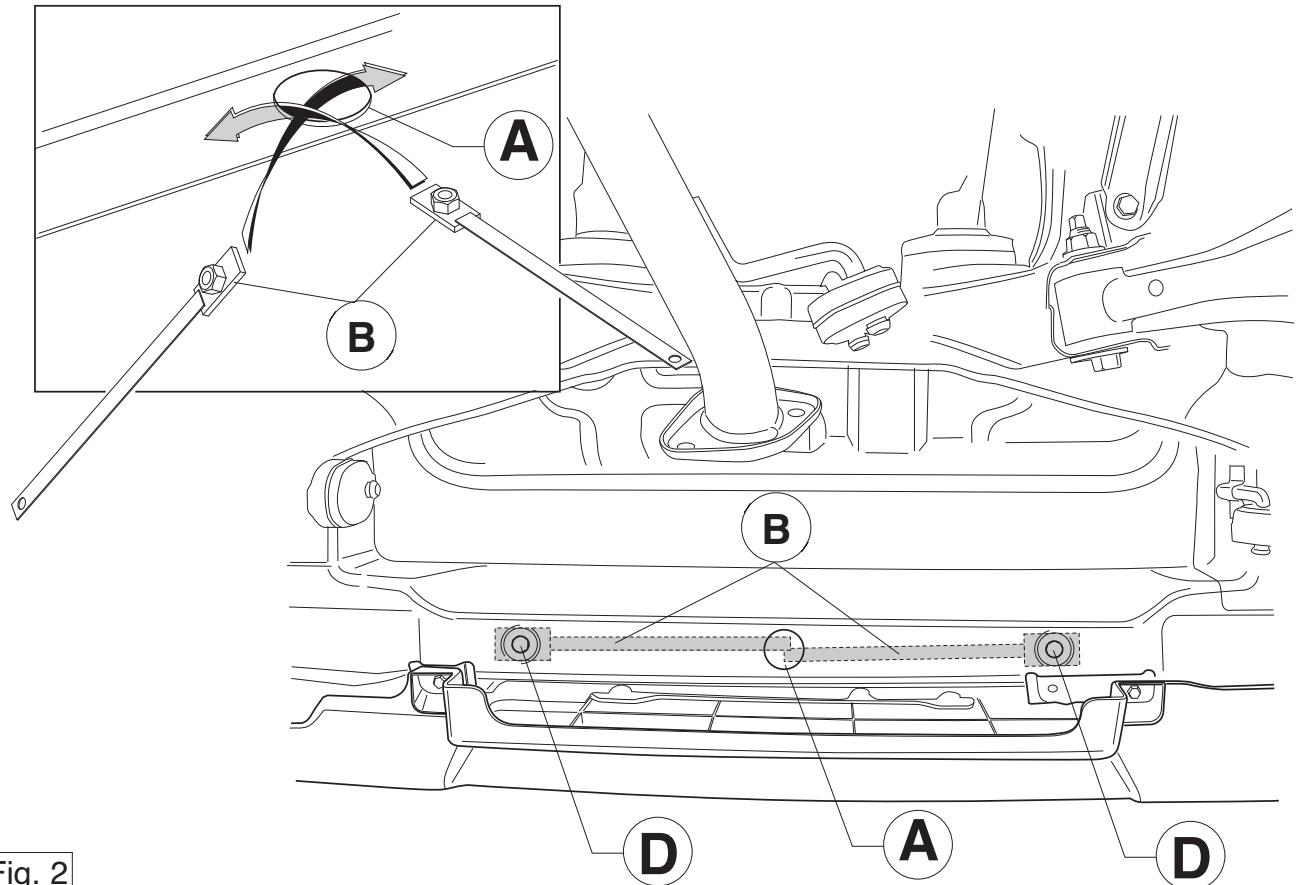

Fig. 2
- Поставить на внутренней стороне шасси две полосы В. См. рисунок 2.